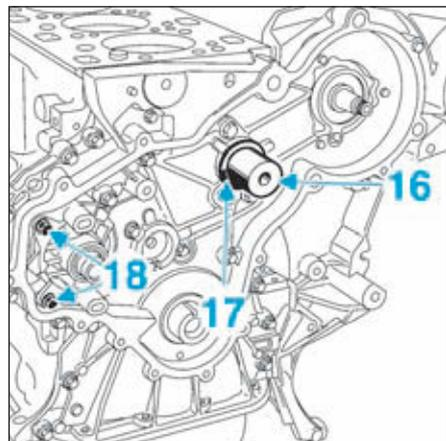

FIG.54
- Déposer le pignon de distribution (14) avec sa clavette.
- Déposer le pignon intermédiaire (15).
- Déposer l'axe (16) et la rondelle (17) (Fig.54).